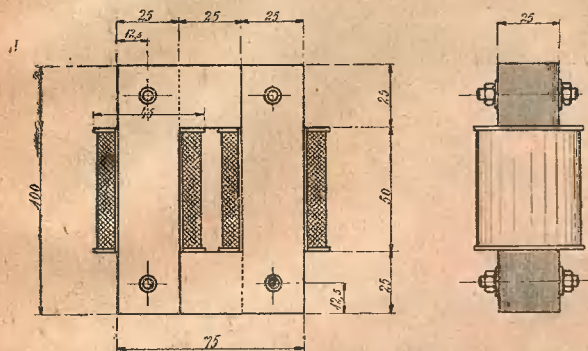
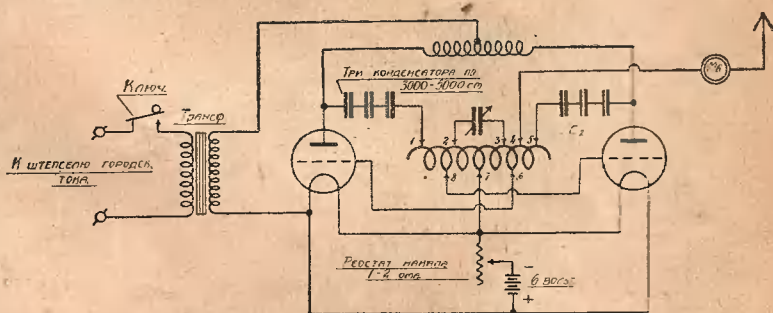

Рис. 2. Общий вид трансформатора.
Рис. 3. Полная схема к передатчику на короткие волны.
что при описанном способе питания, напряжение на аноде получается довольно значительное и, во избежание пробивания конденсаторов С-2 (рис. 3 и рис. 2 в статье Л. Сапелькова и Н. Поляка), нужно включать их по 3 последовательно.
Приключается антенна к одной из точек самоиндукции колебательного контура (рис. 3, штепсель 4). Точка эта находится на ощупь, по максимальным показаниям указателя тока в антенне.
гатами приборов. Не плохим указателем тока может служить лампочка от карманного фонаря. Она начинает калиться при 80—100 ма. Ее нужно включить последовательно в антенну, вместо прибора (ма на рис. 3). В начале настройки передатчика, когда токи получаются очень незначительные, можно в качестве указателя тока включить лампу „Микро“, которая начинает калиться при 40—50 ма.
4. Настройка передатчика. Включив все приборы по схеме, показанной на рис. 3, расставляют все контакты так, чтобы штепселя, принадлежащие одной лампе, были симметричны штепселям другой лампы, после чего передатчик пускается в ход с включенной в антенну, вместо указателя тока, лампой „Микро“. Изменяя емкость конденсатора контура и переставляя штепселя, принадлежащие этому конденсатору, можно получить в антенне ток, достаточный для накала лампы „Микро“, после чего остается только пробовать переставлять все штепселя, добиваясь максимального тока в антенне. Когда лампа „Микро“ горит полным накалом, можно перейти на лампу от карманного фонаря. При нормальной работе передатчика лампа дает довольно яркий желтый свет.